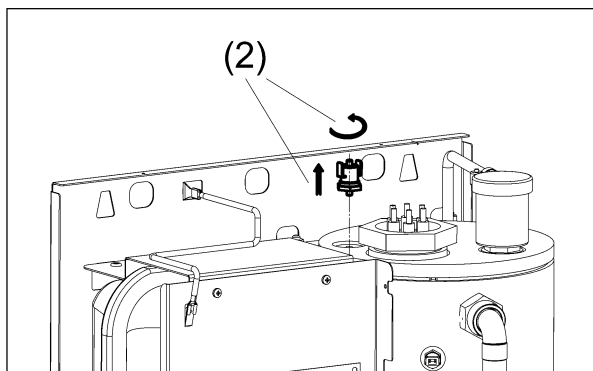

Рисунок 11. Замена аварийного самовозвратного термовыключателя
- (1) Отсоедините наконечники жгута управления от аварийного самовозвратного термовыключателя.
- (2) Выверните аварийный самовозвратный термовыключатель (см. рис. 11).
- (3) Вверните новый аварийный самовозвратный термовыключатель.
- (4) Подсоедините наконечники жгута управления.
- (5) Проверьте надёжность контактов электрического соединения.